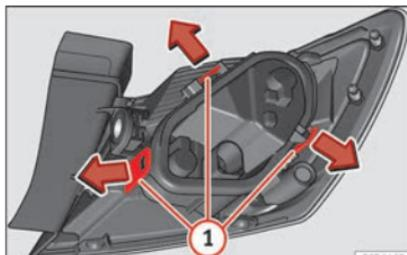

Abb. 113 Befestigungslaschen Rückseite Heckleuchte.
- Bauen Sie den Lampenträger » Abb. 113 aus, indem Sie die Befestigungslaschen ① entriegeln.